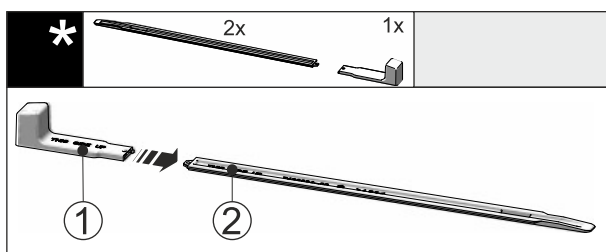

Fig. 50
- ▶ Atașați mânerul de montare Fig. 50 (1) la șina de nivelare Fig. 50 (2).